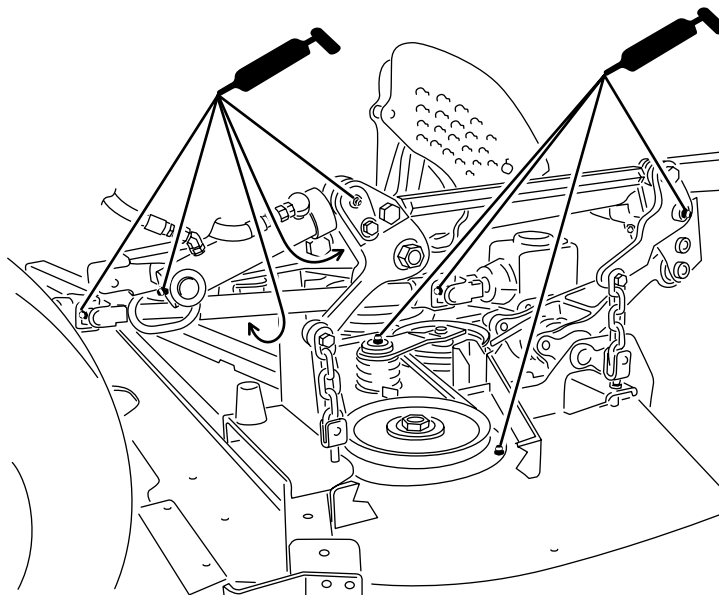

図 66
1. 異物を入れてしまわないよう、グリスフィッティングをきれいに拭く図 66。